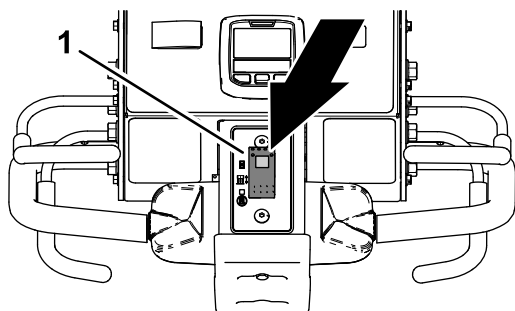

Рисунок 89
1. Нажмите верхнюю часть переключателя управления быстрым опусканием (Рисунок 89), чтобы установить его в положение БЫСТРОЕ ОПУСКАНИЕ С ЗАДЕРЖКОЙ.